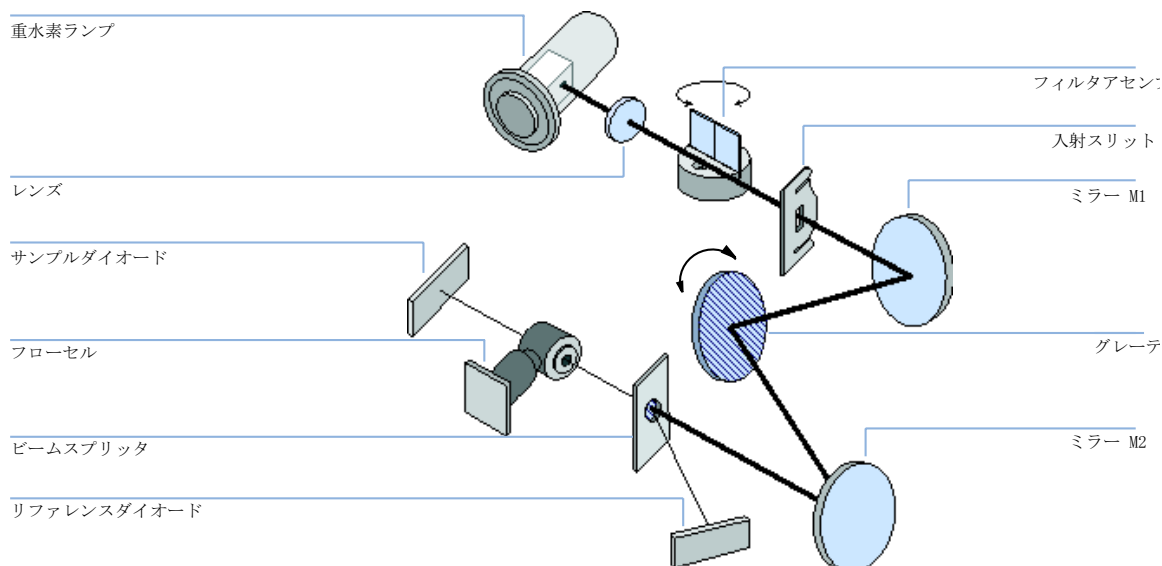

図 1 UV-Vis 検出器の光路
検出器の光学系は、9 ページ 図 1 に示した通りです。その光源は、190 ～ 600 nm の紫外線 (UV) 波長領域用の重水素アーク放電ランプです。重水素ランプからの光は、レンズ、フィルタアセンブリ (ポジションなし、カットオフ、またはホルミウムオキサイドで)、入射スリット、円形ミラー (M1)、グレーティング、2 番目の円形ミラー (M2)、ビームスプリッタ、そして最後にフローセルを通過してサンプルダイオードに当たります。フローセルを通過する光は、セル内の溶液に応じて吸収されます。セル内では、UV 吸収が行われ、強度がサンプルフォトダイオードによって電気信号に変換されます。光の一部はビームスプリッタによってリファレンスフォトダイオードにスプリットされ、光源の強度変動の補正のためのリファレンス信号が得られます。リファレンスフォトダイオードの前のスリットにより、サンプルバンド幅の光を取り出します。波長の選択は、グレーティングの回転によって行われます。グレーティングは、ステッピングモータによって直接駆動され、波長をすばやく変化させることができます。カットオフフィルタは、370 nm 以下の波長の光を通し、それより波長の長い光を通しません。